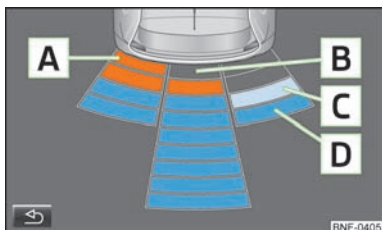

Fig. 65
- A** Un ostacolo riconosciuto nella zona di collisione viene visualizzato con un trattino arancione » fig. 65. **Non proseguire la marcia!**
- Toccando il tasto funzione nello schermo del dispositivo multifunzione » fig. 65.